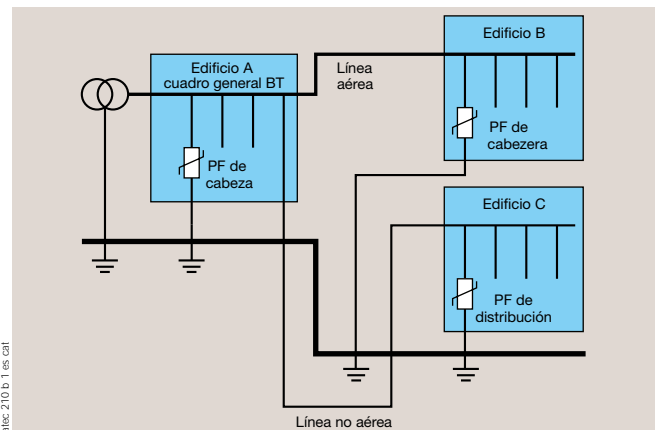

Fig. 1: elección del descargador de sobretensión en cabecera o en distribución.
- en un cuadro general BT (fig. 1),